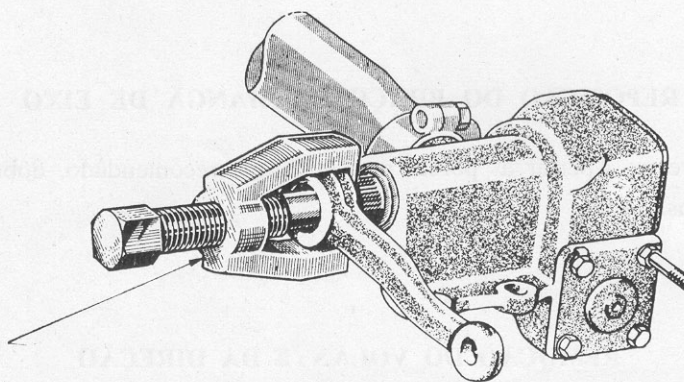

FIG. 7
- afrouxar a porca que fixa o braço de direção, extrair o braço utilizando o extrator n.º 15.533-F (Fig. 7).